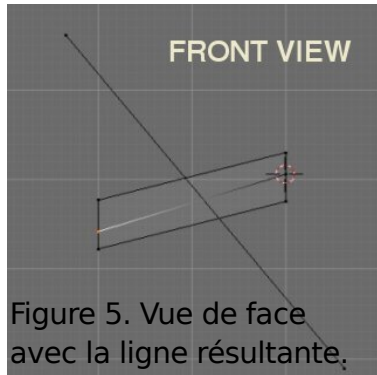

Figure 5. Vue de face avec la ligne résultante.
1.5. Ensuite nous changeons pour la vue de face (touche numérique 1). Nous sélectionnons un point du nouveau bord/edge comme pivot et rétrécissons le point opposé jusqu'à ce qu'il coïncide avec la ligne (Fig.5 à 6). Plus près vous êtes de la ligne, plus le résultat est précis. Et c'est tout. Ce point est l'intersection plan/ligne. Vous pouvez contrôler le résultat de cet exercice en tournant autour (Bouton du Milieu de la
Barre espace |Add|Bone. Ceci va créer l'os de la tête, et parentez le avec l'os du corps. (fig. 5)